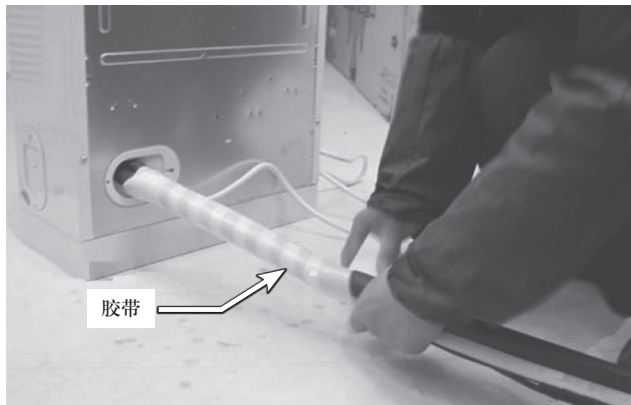
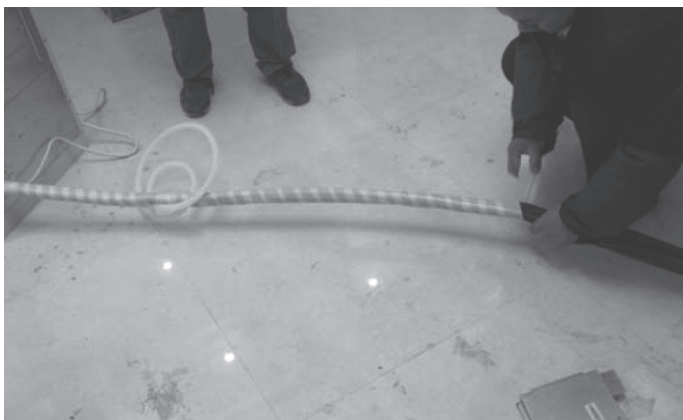

图 3-63 包扎管线
图 3-64 将胶带缠得均匀，尽可能多缠一些
13) 用新机所携带的胶带将室外管捆扎好, 排水管除外, 以减少风晒磨损, 如图 3-63 所示, 还要尽可能地缠得多一些, 如图 3-64 所示。